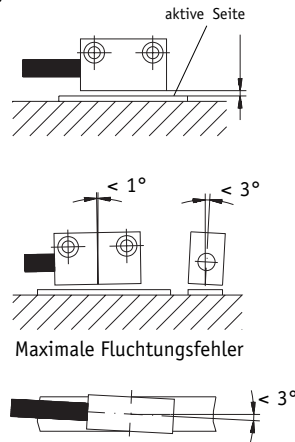

Abb. 7: Ausrichtung des Sensors
- Abstände zwischen Sensor und Magnetband sowie Winkeltoleranzen beachten, diese müssen über die gesamte Messstrecke eingehalten werden! (siehe Abb.7)